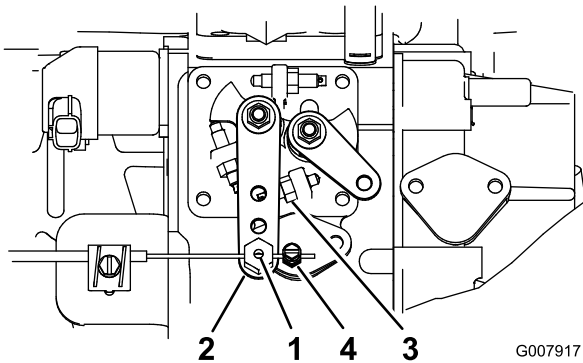

Figura 62
2. Desaperte o dispositivo de ligação, no cabo do regulador, junto da alavanca da bomba de injeção (Figura 62).
3. Mantenha a alavanca contra o bloqueio intermédio superior (Figura 62).